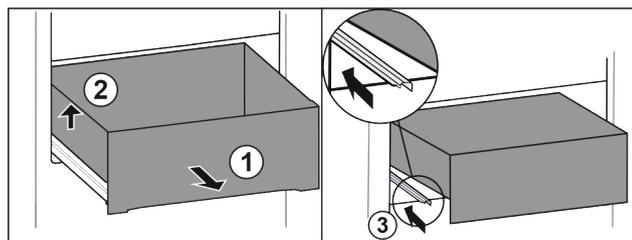

Fig. 96
- ▶ 将抽屉拉出至止挡。 Fig. 96 (1)
- ▶ 抬起抽屉左侧。 Fig. 96 (2)
- ▶ 推入左侧轨道。 Fig. 96 (3)